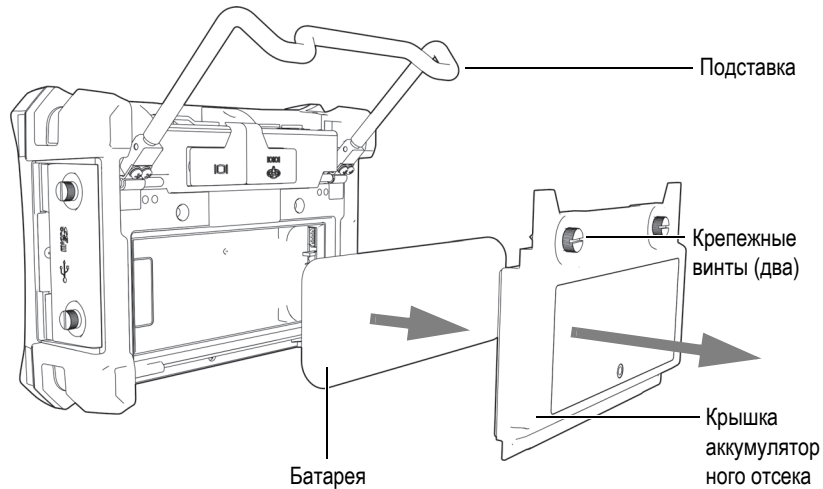

Рис. 1-10 Извлечение литий-ионной батареи
2. На задней стенке прибора ослабьте винты, удерживающие крышку аккумуляторного отсека (Рис. 1-10 на стр. 30).
3. Снимите крышку (см. Рис. 1-10 на стр. 30).